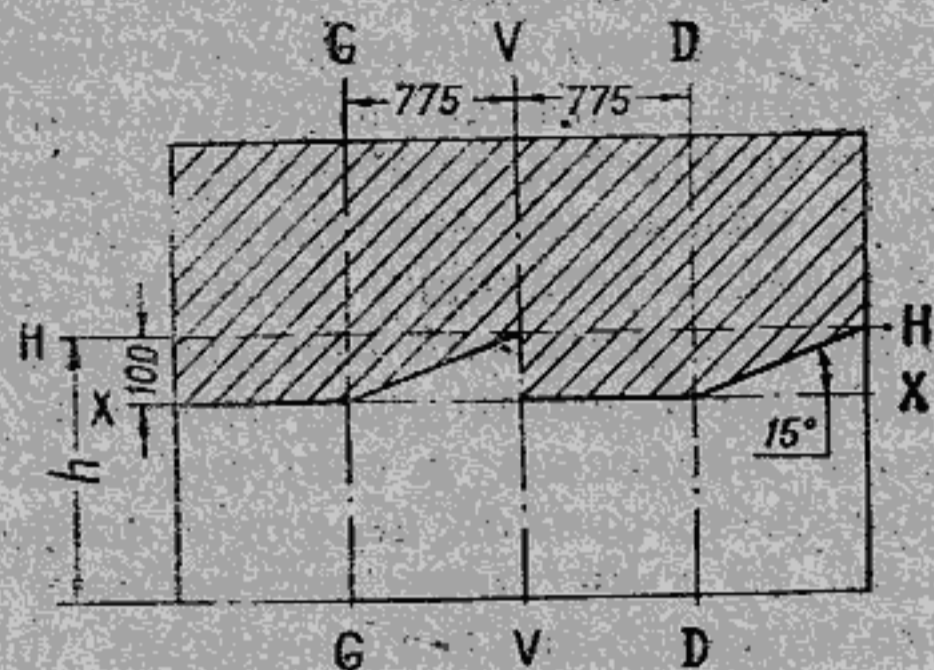

Рис. 98. Разметка экрана для регулировки фар:
- 1 Установить ненагруженный автомобиль на расстоянии 5 м от экрана, на котором сделана разметка в соответствии с рис. 98.